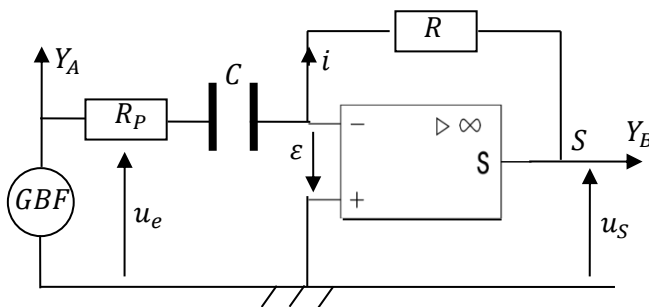

Figure 1
On considère le circuit schématisé (figure 1) et le graphe (figure 2) ci-dessous.
1. Précise le type de montage de la *figure 1*. Justifie ta réponse.
- 3.1. Représente sur le même graphe, les signaux obtenus sur les sorties  $Y_A$  et  $Y_B$  de l'oscilloscope comme indiqué sur la *figure 1*.